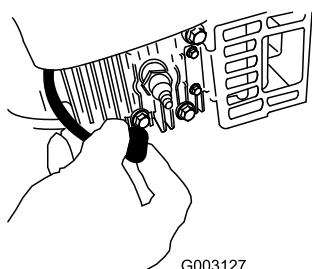

Figure 27
- Débranchez la bougie (Figure 27) avant de procéder à un quelconque entretien.